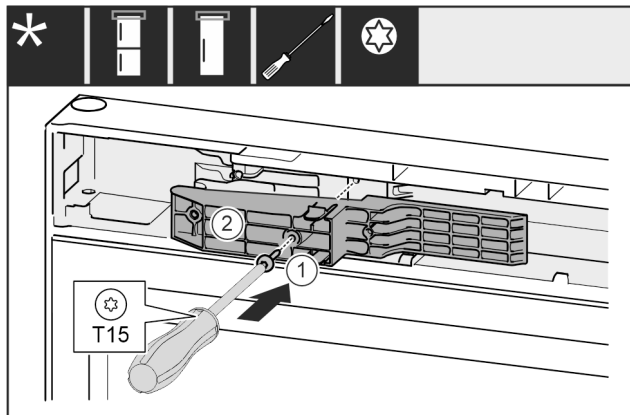

Fig. 70 \*
- ▶ Adaptér Fig. 70 (1) na straně rukojeti vložte do výklenku.\*
- ▶ Šroubovákem šroub Fig. 70 (2) pevně utáhněte.\*